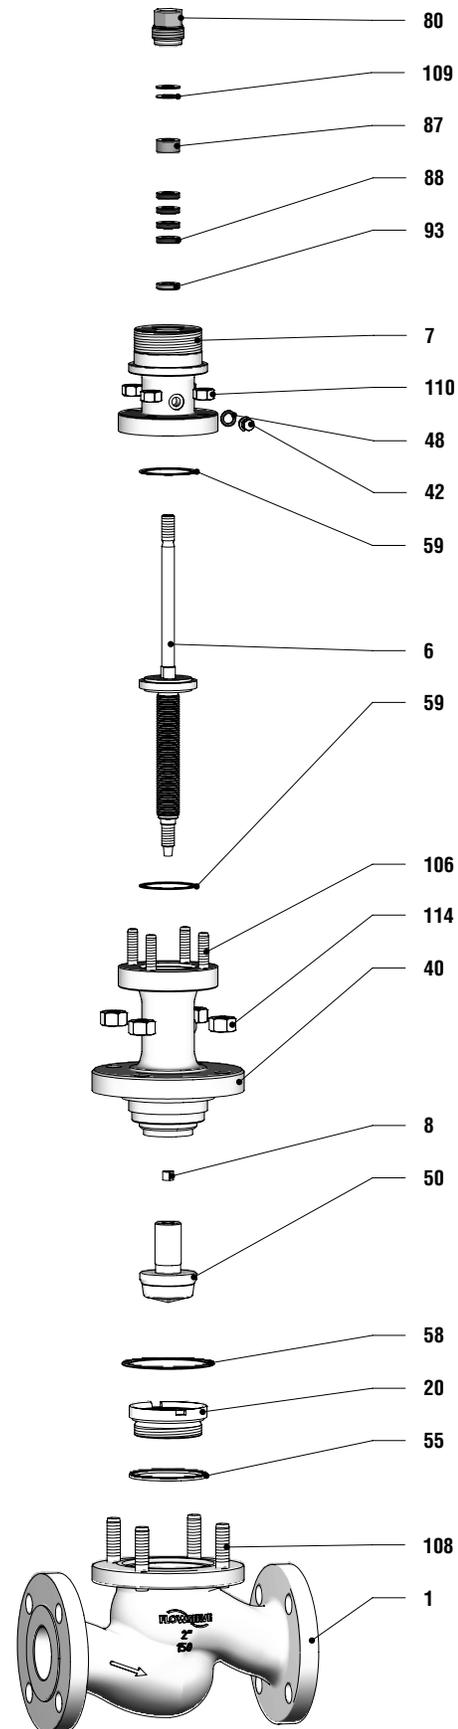

Figura 10: Desensamblaje/reensamblaje de la válvula con bonete con fuelle de diseño tipo A (Vea las partes de la válvula en la Tabla 13 de la página 17)
1. Gire las tuercas del bonete (114) en sentido antihorario para aflojarlas. (Vea la Figura 10: Desensamblaje/reensamblaje de la válvula con bonete con fuelles tipo A).
2. Gire el collarín que comprime la empaquetadura (80) en sentido antihorario para aflojarlo.
3. Saque las arandelas Belleville (109).
4. Saque la guía superior de vástago (87).
5. Coloque la herramienta tipo tuerca con anillo (Vea la sección 16: Herramientas especiales) sobre el vástago (50) y gire lentamente.